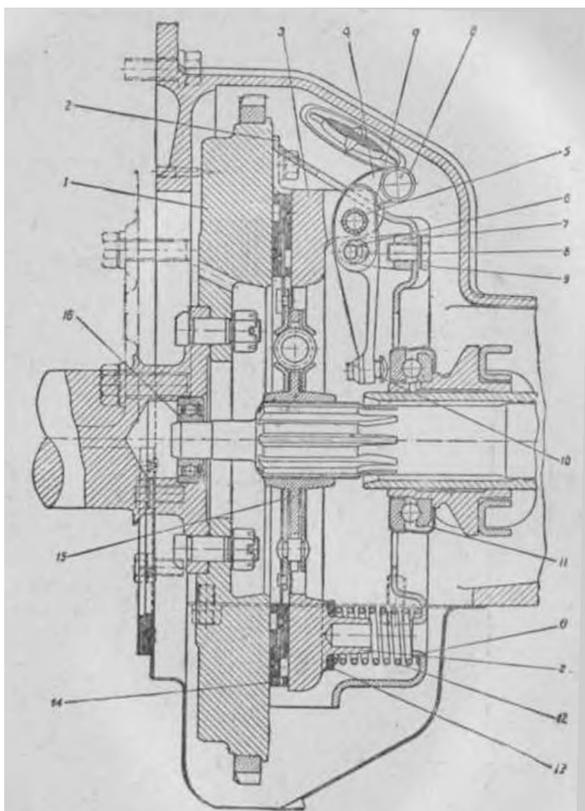
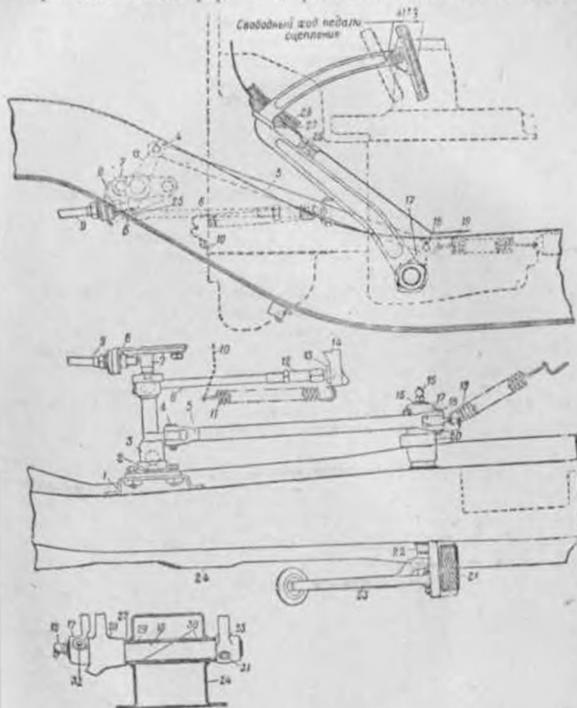
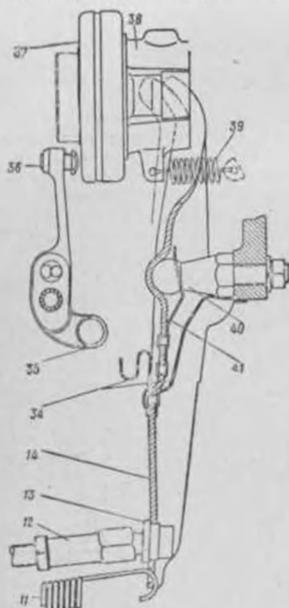

Рис. 69. Сцепление:
Рис. 71. Механизм выключения сцепления.
Рис. 72. Механизм выключения сцепления:
Штампованный кожух 2 (рис. 69) сцепления, прикрепленный к маховику 1 болтами, имеет три прямоугольных окна, в которые входят выступы *a* чугунного нажимного диска 3. К кожуху сцепления болтами 9 привернуты три опорные вилки 7, в которых шарнирно укреплены рычаги 4 выключения сцепления. Оси 6 рычагов, впрессованные в отверстия опорных вилок, имеют диаметр значительно меньший, чем отверстия рычагов. По всей длине оси сделана лыска. Отверстия в опорных вилках по форме и размерам соответствуют осям, что предохраняет оси от проворачивания. В отверстие каждого рычага вставлен ролик 8.
Педаль 23 сцепления (рис. 71) штифтом 31 закреплена на валу 16, имеющем возможность свободно поворачиваться во втулках 30, запрессованных в трубку 29, сваренную в левый лонжерон рамы.
Вилка выключения установлена на шаровом пальце 40 (рис. 72), укрепленном в картере маховика. Место входа вилки в картер маховика закрыто кожаным чехлом 34. На шаровом пальце 40 вилка закреплена пружиной 41.
Педаль, вилка и муфта удерживаются при этом пружинами 19 и 11 (рис. 71 и 72) в крайнем заднем положении, причем, если сцепление отрегулировано правильно и число оборотов вала двигателя небольшое, то между выжимным подшипником 37 (рис. 72) и головками регулировочных винтов 36 должен быть зазор, равный 3,5 мм. С увеличением числа оборотов этот зазор вследствие сжатия ведомого диска под действием увеличивающейся центробежной силы грузиков несколько уменьшается.
(рис. 71) толкатель 6 нажимает на вилку 14. Вилка, поворачиваясь относительно шарового пальца 40 (рис. 72), перемещает муфту 38, заставляя выжимной подшипник 37 упираться в регулировочные винты 36 рычагов 35. Рычаги, поворачиваясь вокруг оси 6 (рис. 69), отводят нажимной диск 3 от ведомого.
Регулировка сцепления заключается в установлении правильного зазора между выжимным подшипником 37 и регулировочными винтами 36 (рис. 72).
- а) отпустить контргайку толкателя 6 (рис. 71);
Если зазоры между регулировочными винтами 36 (рис. 72) и выжимным подшипником неодинаковы, то при выключении сцепления может получиться перекос нажимного диска и, в связи с этим, неполное выключение сцепления. Установить одинаковые для всех рычагов зазоры можно при помощи регулировочных винтов. Этими винтами следует пользоваться лишь для уравнивания зазоров после ремонта сцепления.
Первичный вал коробки установлен на двух шариковых подшипниках. Передний подшипник 16 (см. рис. 69) установлен в выточке маховика, а задний 8 (рис. 73) — в передней стенке картера.